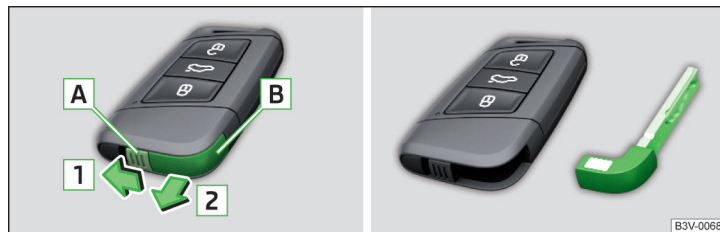

Fig. 344 Retirar la llave de emergencia
- Desbloquear el gancho de retención A en el sentido de la flecha 1 y retirar la llave de emergencia B en el sentido de la flecha 2 » fig. 344.